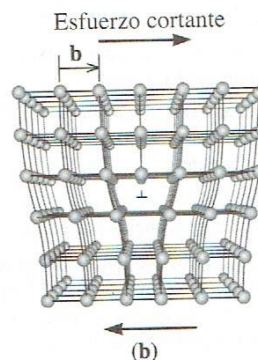

Figura 4-8(b) (Repetida para el problema 4-41). El movimiento continuo de la dislocación termina por crear un escalón.
- 4-41 Suponga que se desea introducir un átomo grande, intersticial o sustitucional, en el cristal, cerca de una dislocación. ¿Cabrá el átomo con más facilidad arriba o abajo de la línea de dislocación que se ve en la figura 4-8(b)? Explique por qué.